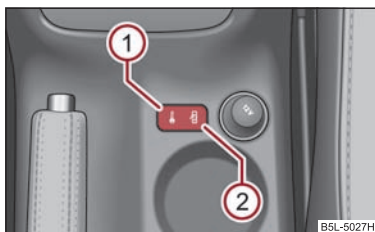

Fig. 34 Consola central: Teclas para cierre centralizado
- Pulsar la tecla ① ⇒ fig. 34. El símbolo  en la tecla se encenderá.
- Pulsar la tecla ② ⇒ fig. 34. En la tecla se apagará el símbolo .